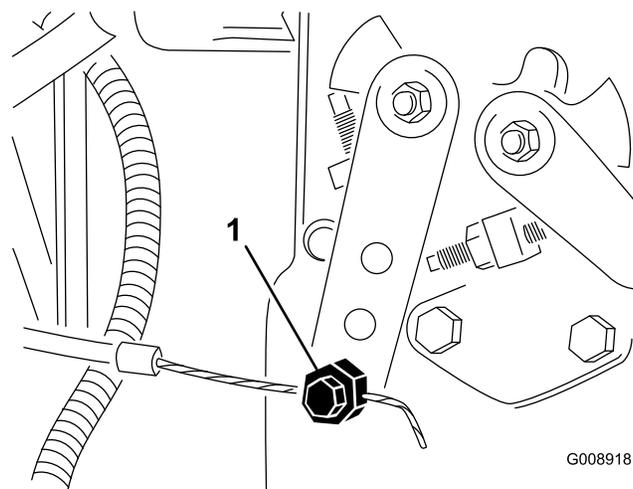

图 87
4. 拧松油门拉索接头接头位于喷射泵控制杆臂 (图 87) 上。